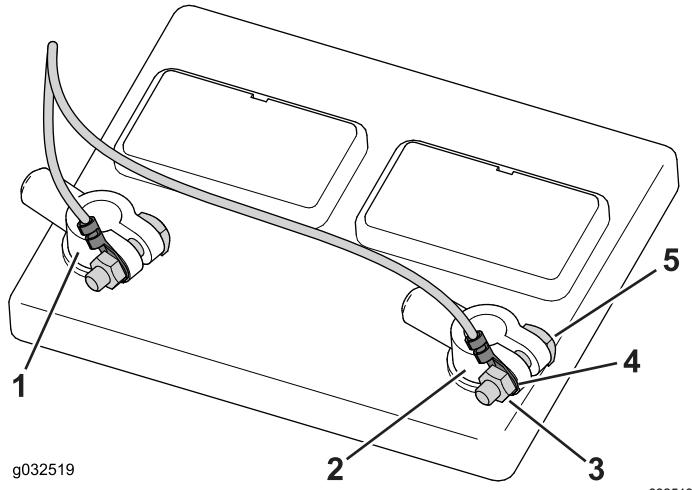

Bild 44
2. Lösen und entfernen Sie die Minuspolklemme und dann die Pluspolklemme von der Batterie (Bild 44).
3. Nehmen Sie die Muttern von den Polschrauben ab (Bild 44).
4. Befestigen Sie den Minuspolanchluss (schwarzes Kabel) über der Minuspolschraube und setzen die Mutter lose auf (Bild 44).
5. Befestigen Sie den Pluspolanchluss (rotes Kabel) über der Pluspolschraube und setzen die Mutter lose auf (Bild 44).
6. Befestigen Sie die Pluspolklemme am Pluspol der Batterie und die Minuspolklemme am Minuspol der Batterie (Bild 44).